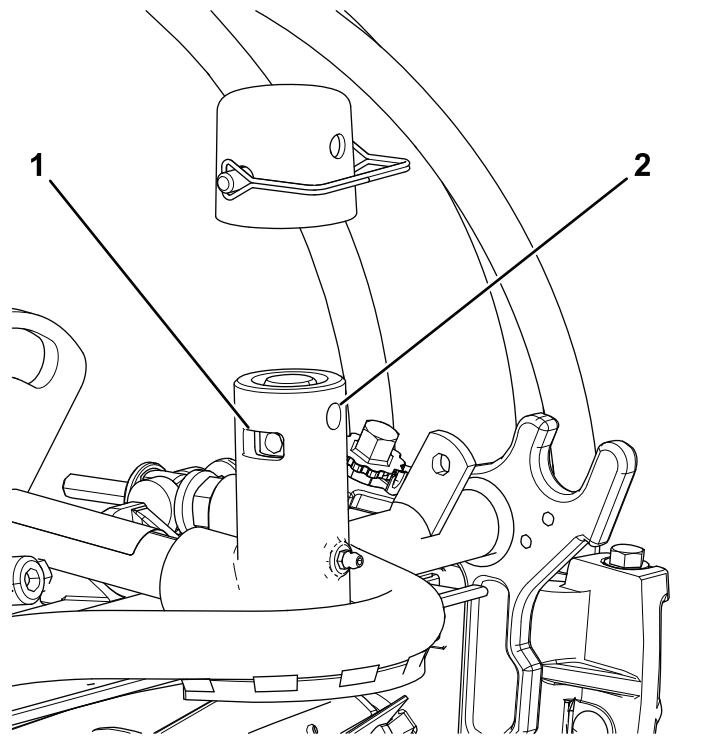

Figura 9
**Nota:** Pode utilizar a ranhura para direcionar a unidade de corte ou utilizar o orifício para bloquear a unidade de corte na posição (Figura 9).